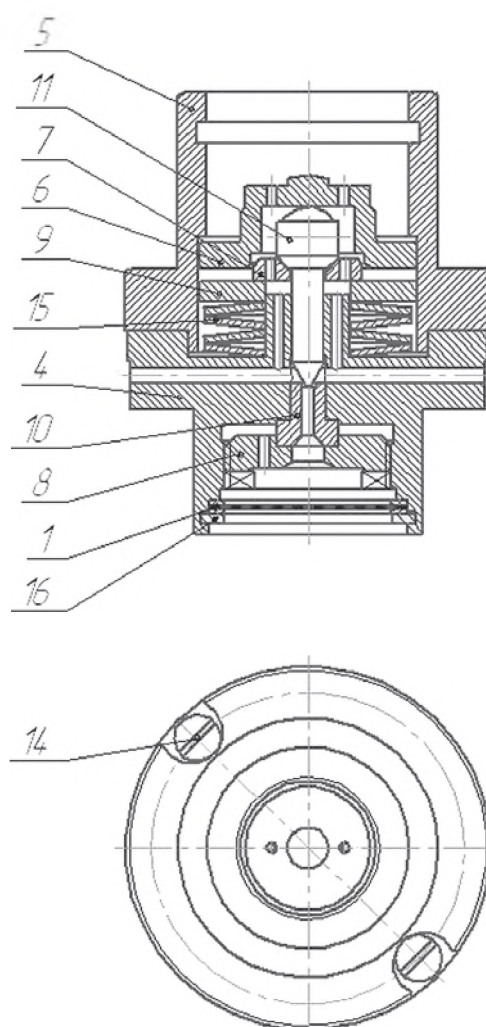
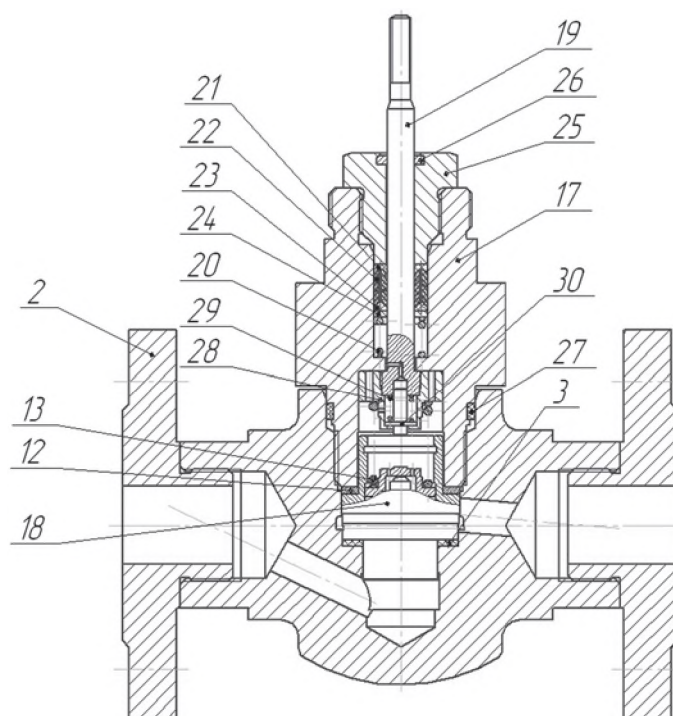

рис. 1 Дроссельный узел клапана $K_{vy}=0,032$
рис. 2 Клапан с микрорасходом
Дроссельный узел клапана (рис.1) состоит из следующих деталей: седла (10), установленного в седле клапана (4) и закрепленного гайкой (8), сетки-фильтра (1), закрепленной в седле клапана кольцом пружинным (16). В седло клапана (4) вставлен комплект тарельчатых пружин (15), кольцо (9), шайба (7), клапан (11), тарелка пружины (6). На собранный дроссельный узел установлена втулка (5), закрепленная на седле клапана винтами (14).
Собранный дроссельный узел (18) (рис.1) – устанавливается в корпус (2) с предварительно установленной прокладкой (3). В дроссельный узел устанавливается пружина (13) и прокладка (12). В корпус (2) вворачивается крышка (17), предварительно собранная со штоком (19), пружиной (20), сальником (21, 22, 23, 24), буксой (25), скребком (26) и манжетой (27).
Закрытие клапана производится перемещением штока (19) вниз (рис. 2). При перемещении штока (19) вниз, упор (28), собранный со штоком, сжимает пружину (13) и перемещается до упора во втулку дроссельного узла (18).
При сжатии пружины (13) усилие передается на детали дроссельного узла (18): тарелку пружины (6), клапан (11) и через шайбу (7), кольцо (9) на тарельчатые пружины (15), т.е. происходит сжатие тарельчатых пружин (15) (рис. 1). В последний момент хода штока (19) (рис. 2), шток через встроенную в нем пружину (29) и тарелку пружины (30) упирается в тарелку пружины (6) (рис.1), тарелка упирается в клапан (11) и происходит закрытие клапана.